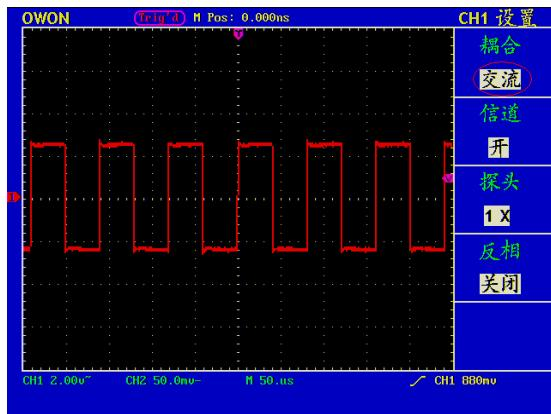

图 15 交流耦合波形图
- 2、按 F1 菜单选择按键，选择耦合为 **交流**，设置为交流耦合方式。被测信号含有的直流分量被阻隔。波形显示见图 15。